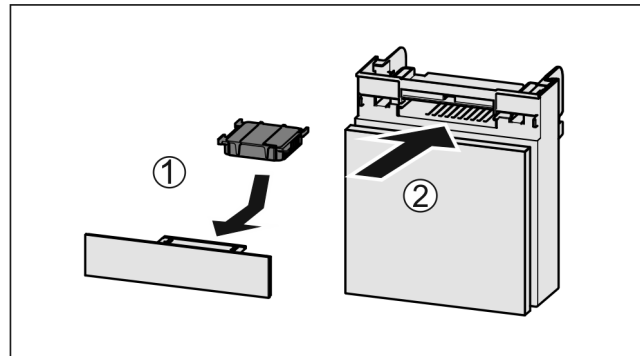

Fig. 81
- ▶ Aktivkohlefilter nach Abbildung einsetzen Fig. 81 (1).
- ▶ Fach einschieben Fig. 81 (2).